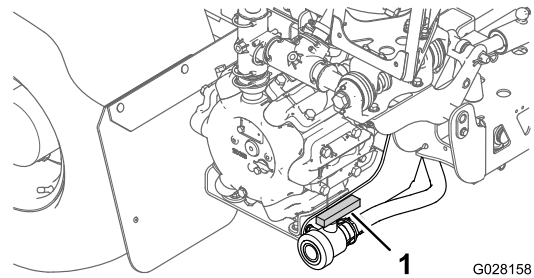

Figure 45
2. Trouvez l'emplacement du robinet de vidange de la cuve à l'arrière de la machine (Figure 45).